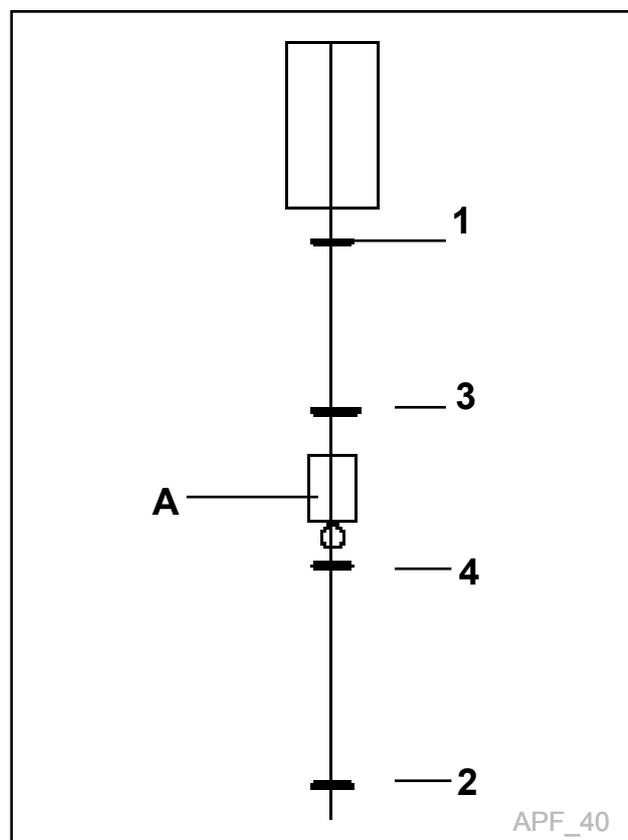

Fig. 55
- concentrés. **Se Fig. 55**
Voir Fig. 55